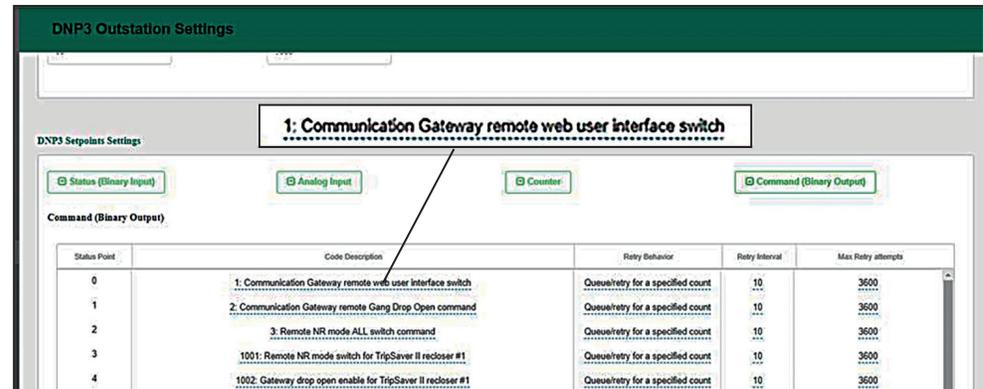

Figura 70. Configurando el comando Remote Web UI DNP3 (salida binaria).
PASO 3. En la pantalla *DNP3 Outstation Settings (Ajustes de la Estación Remota DNP3)*, campo **Command (Binario Output) [Comando (Salida Binaria)]**, se debe configurar un punto de estado Binary Output con la descripción del código “1: Communication Gateway remote web user interface switch”. (“1: Conmutador de la interfaz de usuario basada en web remota del Gateway de Comunicación”). Vea la Figura 70.